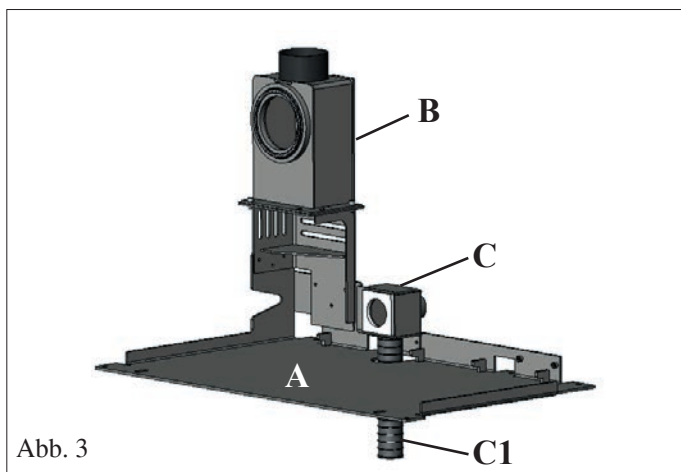

Abb. 3
- Den Rauchabzug (nicht mitgeliefert) auf die Rauchleitung (B) und das Rohr $\varnothing$ 40 mm (C1 - nicht mitgeliefert) auf die Primärluftleitung (C) setzen. Das Rohr $\varnothing$ 40 mm (C1 - nicht mitgeliefert) kann von unter der Grundplatte installiert werden (A) siehe Abb. 3.